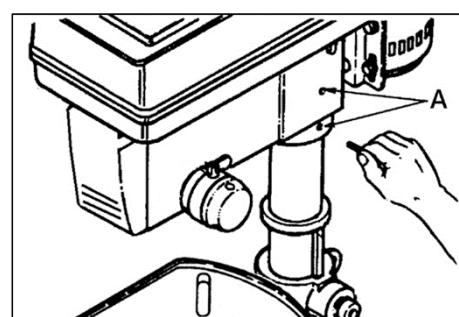

Рисунок 5.
Используя шестигранный ключ 4 мм затяните оба установочных винта (A) на правой стороне головки (рис. 5).